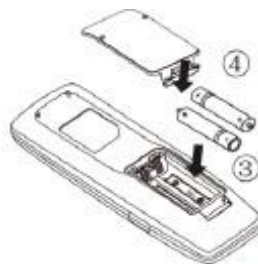

Fig. 2
- (3). Inserire due batterie a secco 7ah (AAA 1,5 V), verificando che la posizione dei poli "+" e "-" sia corretta (come illustrato in Fig. 2 ③).
- (4). Reinserire il coperchio (come illustrato in Fig. 2 ④).